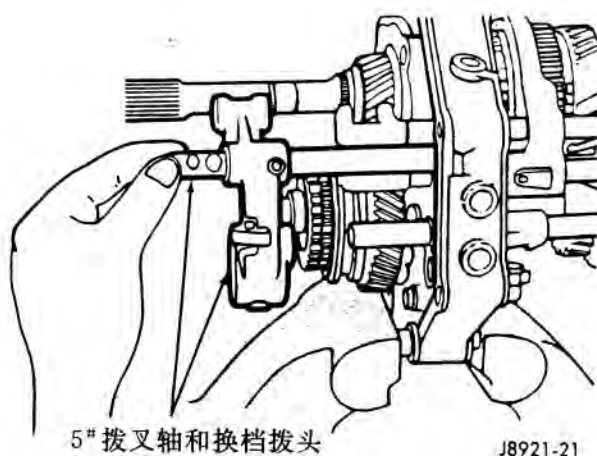

图 21 拆卸 5[#]拨叉轴和换档拨头
(7) 从中间隔板上拉出 5^档拨叉轴和换档拨头 (图 21)。